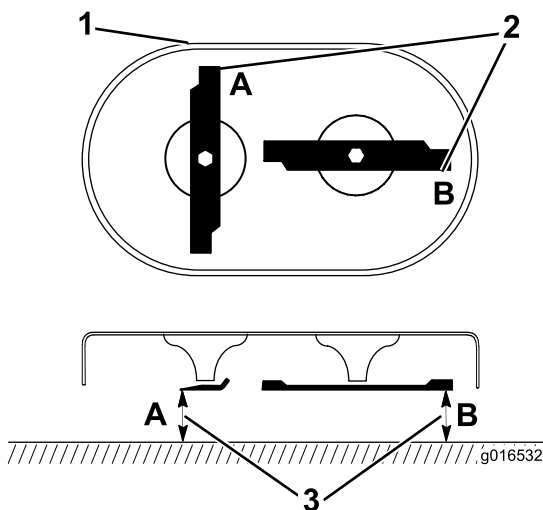

Figura 43
1. Ruotate le lame nella posizione illustrata nella Figura 43.
2. Misurate da una superficie piana ai bordi di taglio nelle posizioni **A** e **B** (Figura 43), e registrate entrambe le dimensioni.
3. Ruotate le lame in modo che le estremità opposte si trovino nei punti **A** e **B** (Figura 43).